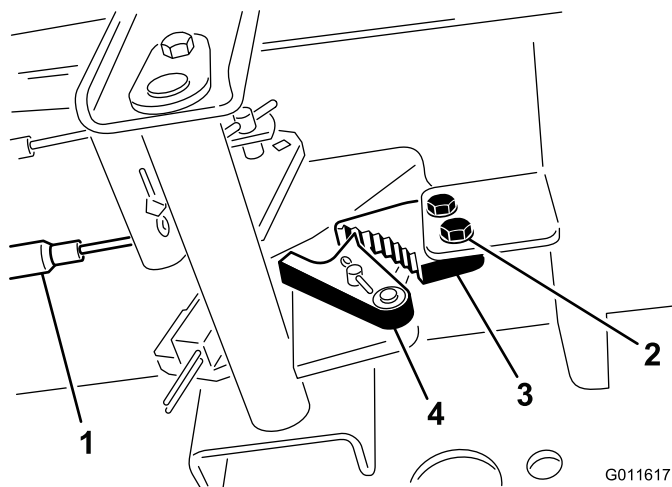

Figura 66
1. Solte os 2 parafusos que prendem a lingueta do travão de mão à estrutura (Figura 66).
2. Carregue no pedal do travão para a frente até o detentor do travão engatar completamente na lingueta do travão (Figura 66).